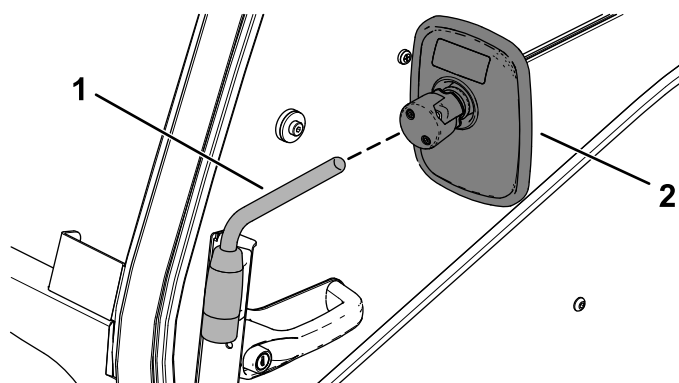

Figura 6
8. Deslize o espelho para o braço do espelho e ajuste o espelho no ângulo desejado (Figura 6).